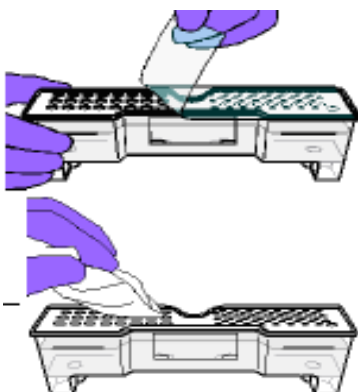

Figura 13. Remoción de sello y limpieza de gotas de buffer en la superficie del contenedor.
**7.4.7** Coloque el nuevo buffer en una superficie plana y remueva el sello plástico (ver figura 13).